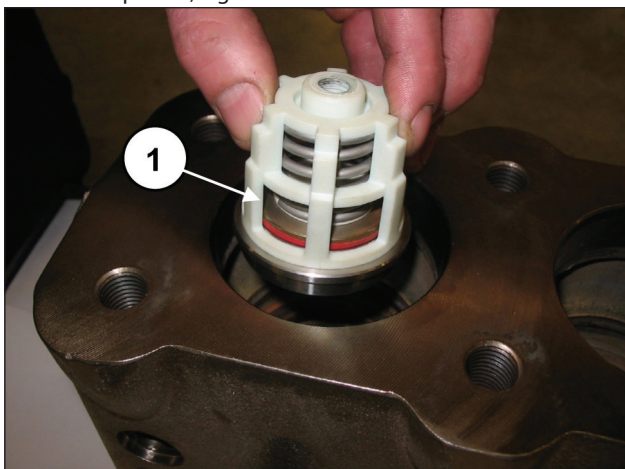
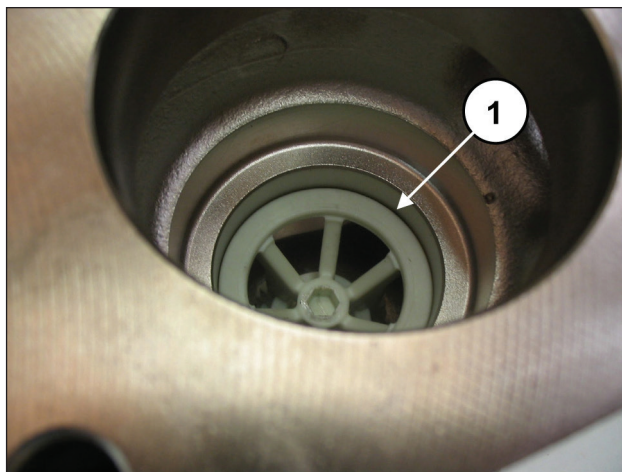

Fig. 104
Fig. 105
Introducir el grupo de la válvula de aspiración (pos. ①, Fig. 104) y, a continuación, el distanciador (pos. ①, Fig. 105).
El grupo de la válvula se ha de introducir a fondo como se indica en la pos. ①, Fig. 105.